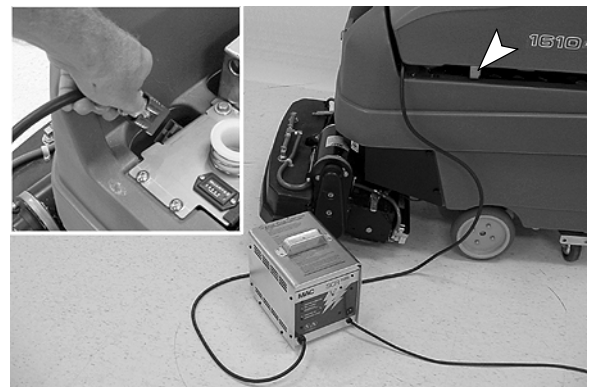

FIG. 23
5. Branchez le cordon CC du chargeur sur la prise de batterie de la machine située sous le réservoir de récupération (Figure 23). Posez le réservoir de récupération sur la bécasse de support, afin de faciliter la ventilation durant la mise en charge.